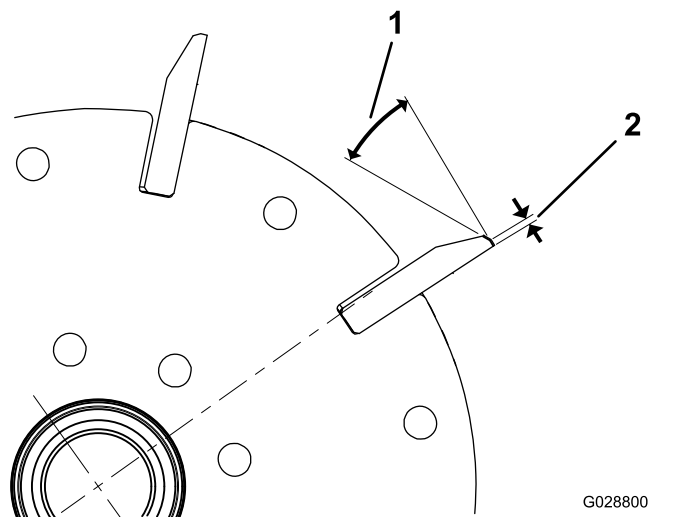
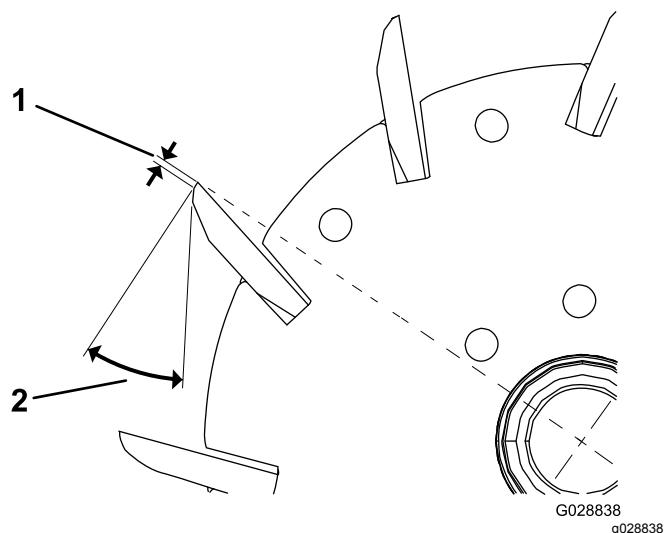

Figura 23
Figura 24
1. Applicate una rettifica di 30 gradi su tutte le lame dei cilindri fino a quando la larghezza a terra non è pari a 1,3 mm (Figura 23 e Figura 24).